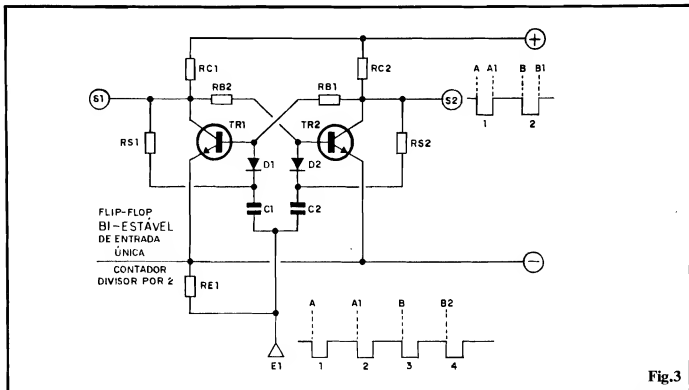

Fig.3
- FIG. 3 - FLIP-FLOP BI-ESTÁVEL DE ENTRADA ÚNICA - A célula básica de memória eletrônica, diagramada na figura anterior, tem seus usos práticos nos circuitos digitais, e com várias vantagens ou facilidades... Por exemplo, podemos (fig. 2) usar a Entrada E1 para "colocar" na memória o dígito que desejamos "guardar", e a Entrada E2 para "apagar" da memória o tal dígito (ou vice-versa...). Entretanto, visando a aplicação e a simplificação em algumas outras funções, os projetistas desenvolveram uma estrutura de BI-ESTÁVEL dotada de Entrada única, conforme vemos no diagrama da fig. 3... A presença dos diodos D1 e D2, capacitores C1 e C2 e mais alguns resistores extras, permite que, a partir de pulsos negativos (ou "baixos", ou "0") aplicados à Entrada única E1, se invertam os estados estáveis prévios, presentes nas Saídas S1 e S2... Supondo, por exemplo (considere-mos, para o caso, apenas a Saída S2...) que a Saída se encontrava estávelmente "alta", aplicando-se o pulso